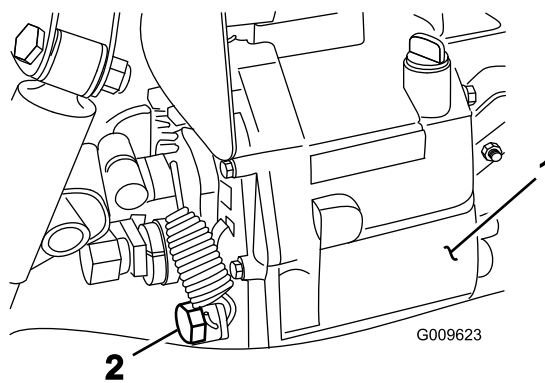

Рисунок 72
- Снимите сливную пробку с боковой стороны резервуара и дайте гидравлической жидкости стечь в сливной поддон (Рисунок 72).